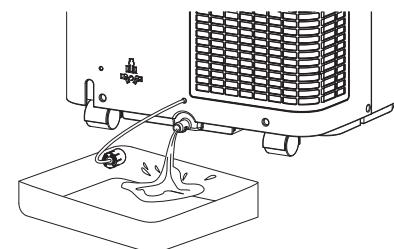

Fig. 1
- Antes da arrumação, certifique-se de que retira a tampa de borracha da parte inferior do orifício de drenagem (#9) e deixe a água escorrer para um recipiente. (fig. 1) Coloque o aparelho no modo de ventilador durante apenas algumas horas para secar qualquer humidade nas bobinas, de forma a evitar a formação de bolor.